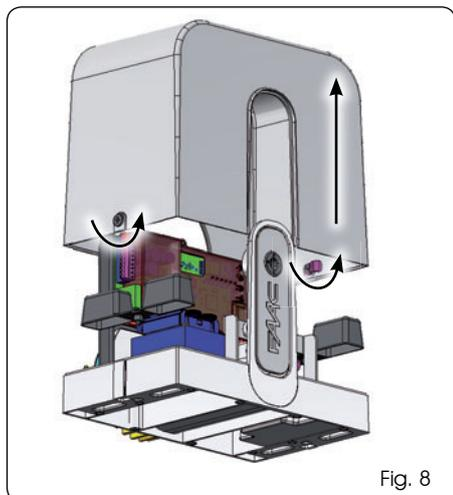

Fig. 8
1. Rimuovere il carter di copertura ruotando di 90° gli appositi fermi e sollevandolo (Fig. 8).